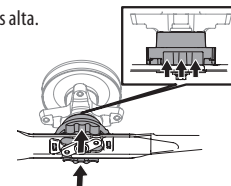

Figura 3
- Empuje hacia arriba sobre el collarín de la cuchilla y sosténgalo. Vea la Figura 3.
- Empuje la cuchilla hacia arriba contra el adaptador de cuchilla hasta que el collarín se eleve. Vea la Figura 3.